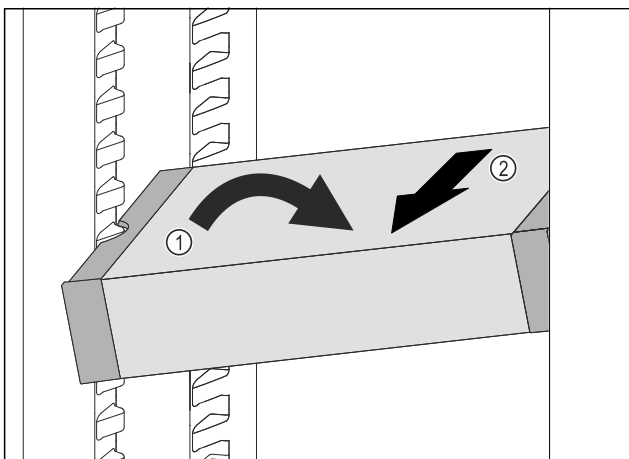

Fig. 109
▶ Встановити VarioSafe під кутом в охолоджувальному відділенні. Fig. 109 (1)
▶ Витягнути VarioSafe вперед. Fig. 109 (2)